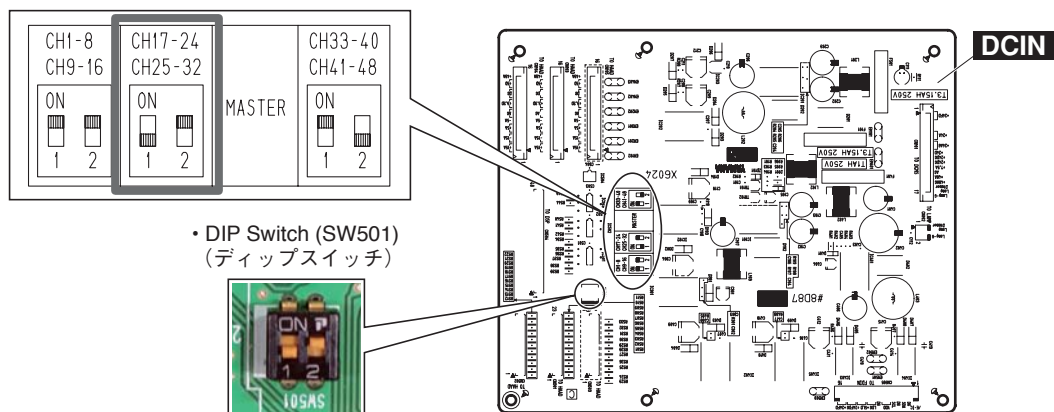

Fig. 9 (図 9)
* **There is a DIP switch for selecting channels (SW501) in the DCIN circuit board. (Fig 9)**
※ DCIN シート内には、チャンネル選択用 (SW501) のディップスイッチがあり、以下のように設定されています。(図 9)